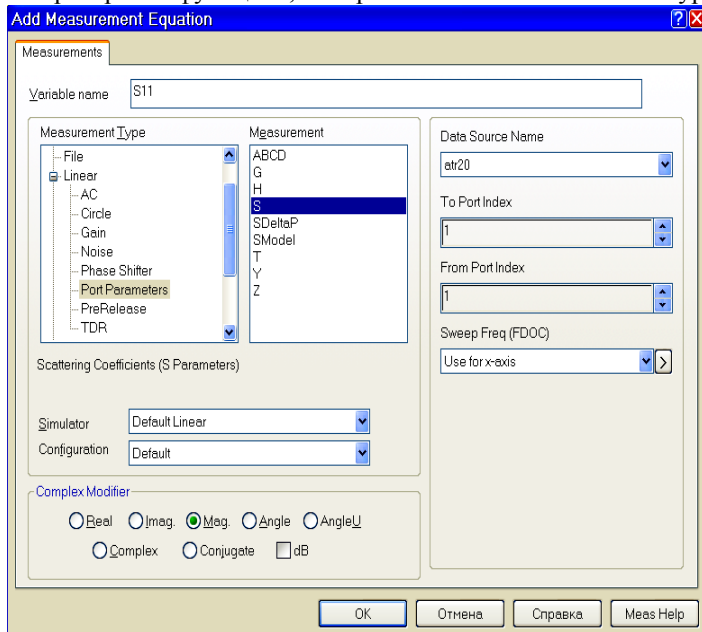

Рис. 3.43
2. Выберите в меню **Draw>Add Output Equation** или щёлкните по значку **Output Equation** на панели инструментов. Откроется диалоговое окно **Add Measurement Equation**, показанное на рис. 3.43. В текстовом поле **Variable name** (Имя переменной) введите **S11**. В области **Measurement Type** отметьте **Port Parameters**, в области